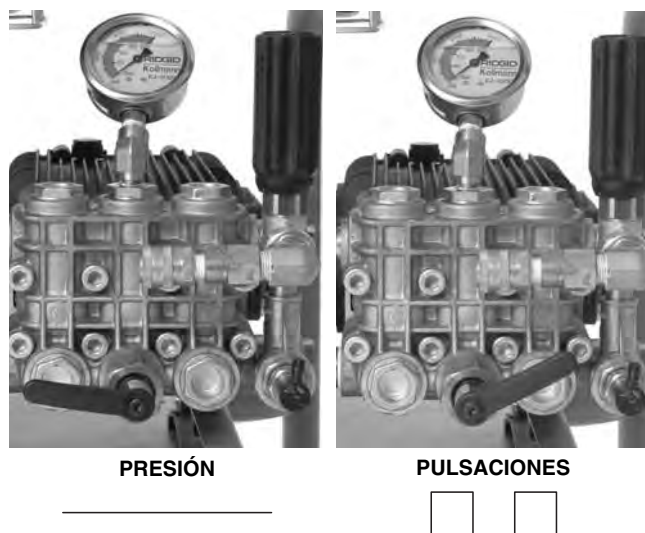

Figura 16 – Posiciones de la palanca del accionador
3. Revise que la palanca del accionador de pulsaciones esté girada hacia la izquierda en la posición "Pressure" (Presión) (Figura 16).